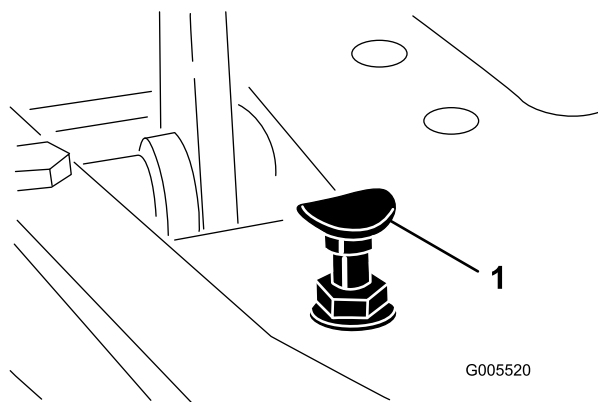

Figura 42
Pentru a obține viteza maximă de transport, deplasai maneta de control al funcționării în poziția TRANSPORT și apăsai pedala de traciune. Dacă pedala intră în contact cu opritorul (Figura 42) înainte de a simți tensionare în cablu, efectuai următoarea procedură de reglare:
1. Deplasai maneta de control al funcționării în poziția TRANSPORT și slăbii contrapiulia care fixează opritorul pedalei la placa de podea (Figura 42).